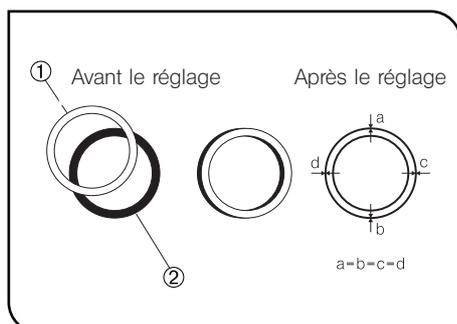

Fig. 23
(Figures 23 & 24)
4. Faire tourner la bague supérieure du télescope CT-5 pour régler la mise au point de manière à faire apparaître l'anneau clair ① (diaphragme annulaire) et l'anneau noir ② (anneau de phase de l'objectif) de manière nette dans le champ d'observation. (Fig. 23)
5. Faire tourner les deux commandes de centrage ③ de manière à ce que les deux anneaux se superposent de manière concentrique. (Figures 23 & 24)